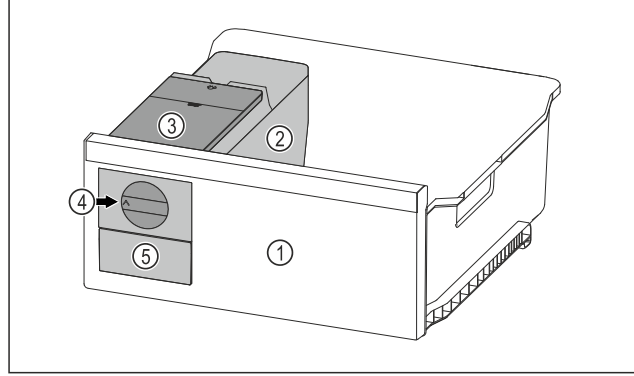

Fig. 123 Örnek gösterim
- Çevirmeli düğmeyi Fig. 123 (4) saat dönme yönünde sonuna kadar çevirin.
- ▷ Buz küpü kabındaki buz küpleri buz küpü çekmecesine Fig. 123 (5) düşer.